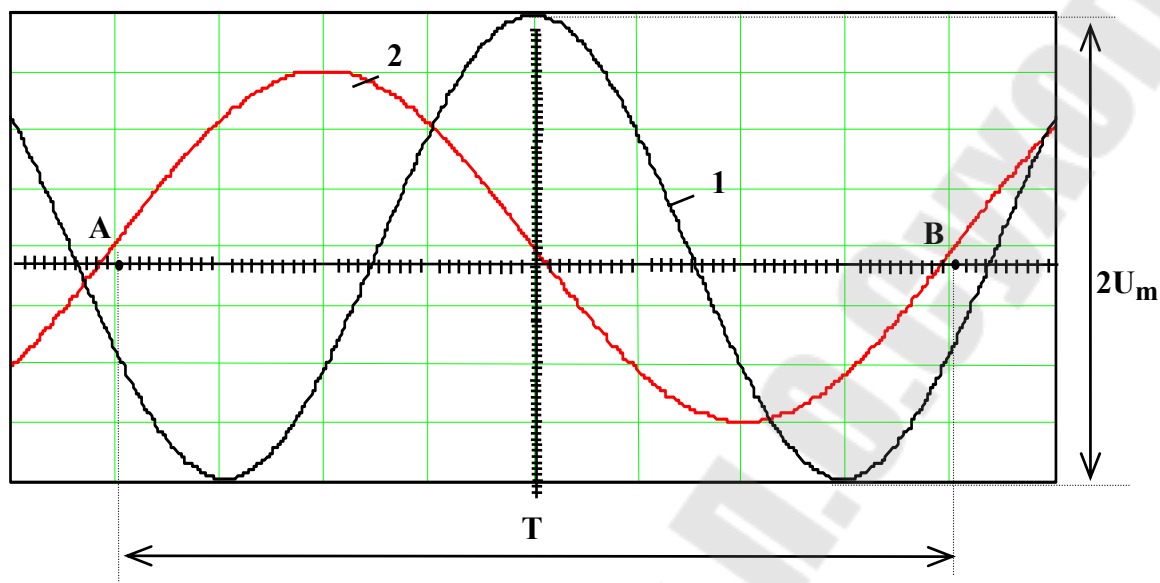

Рис. 2
- 3.5. Установите ручку «↕» так, чтобы *минимальный* уровень сигнала совпадал с одной из *нижних* линий, а *максимальный* находился в *пределах* экрана. Ручкой «↔» сместите изображение таким образом, чтобы один из верхних максимумов находился на вертикальной *средней линии* шкалы (рис.2, кривая 1).
ПРИМЕР: расстояние между точками А и В составляет 8 делений (рис. 2, кривая 2), переключатель «ВРЕМЯ/ДЕЛ» установлен в положение «0,2 ms», а переключатель «×1, ×0,2» - в положение «×1». Период напряжения будет $T = 0,2 \cdot 8 \cdot 1 = 1,6\text{мс}$,